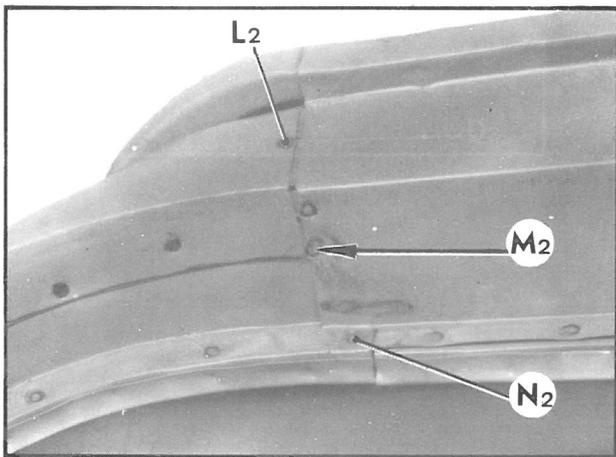

Fig. 13
- en L₂ (fig. 13) (un point)
- en M₂ (fig. 13) (trois points)
- en N₂ (fig. 13) (un point)